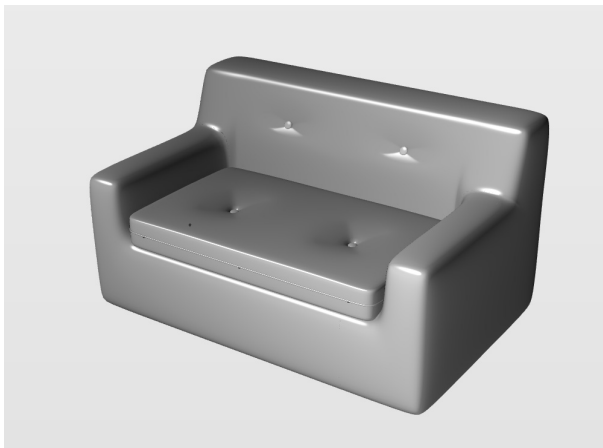

图 7-34 沙发模型
6) 沙发绘制完毕, 如图 7-34 所示。以上方法仅为最基本的构建思路, 读者可对整个沙发模型做更多造型及细节尝试。